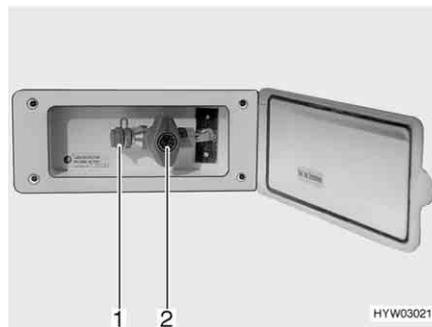

Fig. 116 Raccordement externe de gaz avec robinet d'arrêt de gaz fermé
Le raccordement externe de gaz (Fig. 116) se trouve, selon les modèles, à l'arrière ou sur le côté gauche ou droit du véhicule.
- Raccorder l'appareil à gaz externe sur le raccord (Fig. 116,1).
- Ouvrir le robinet d'arrêt de gaz (Fig. 116,2).